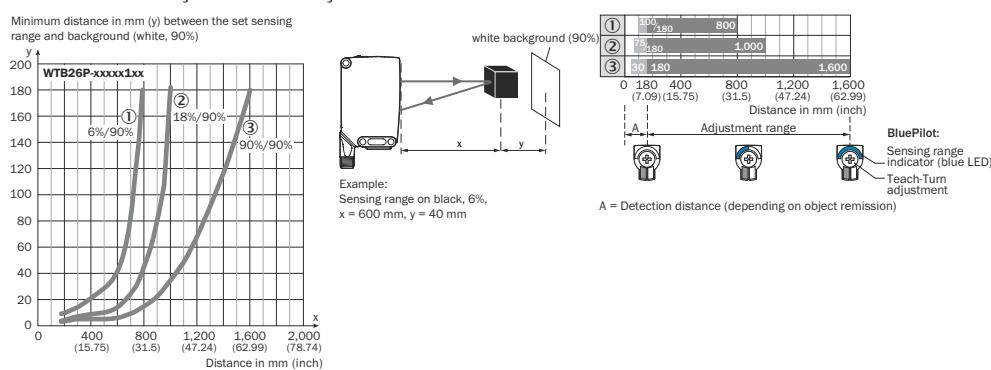

Figura 40: Curva característica 1, WTB26P-xxxxx1xx, luz vermelha
A distância mínima ( $-y$ ) para a supressão do fundo pode ser determinada a partir do gráfico [figura 40 ①] do seguinte modo: